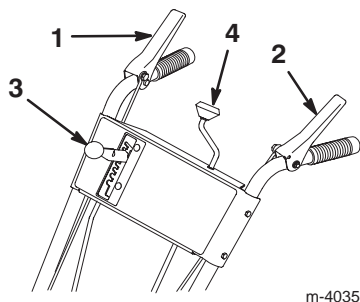

Figure 19
- **Commande de tarière/roue hélice** (Fig. 19)—Pour embrayer la tarière et la roue hélice, serrez la manette contre la poignée du mancheron de droite. Pour les débrayer, lâchez la manette.
- **Commande de traction** (Fig. 19)—Pour embrayer la traction (entraînement des roues), serrez la manette contre la poignée du mancheron de gauche. Pour arrêter la traction, lâchez la manette.
- **Changement de vitesse** (Fig. 19)—Cette commande offre sept vitesses : cinq en marche avant et deux en marche arrière. Pour changer de vitesse, placez le levier dans la position souhaitée. Le levier s'engage dans un cran pour chaque vitesse choisie. Le changement de vitesse peut être dur lorsque la machine doit fournir de gros efforts.
- **Commande d'orientation de l'éjecteur** (Fig. 19)—Tournez la commande d'orientation dans le sens des aiguilles d'une montre pour déplacer l'éjecteur vers la gauche, ou en sens contraire pour le déplacer vers la droite.
3. Relâchez les manettes de tarière/roue hélice et de commande de traction (Fig. 19).
10. Sélectionnez la première (Fig. 19), serrez la manette de commande de traction contre la poignée, puis relâchez-la. Si la déneigeuse se met à avancer avant que vous ayez engagé la manette de commande ou après que vous l'avez relâchée, reportez-vous à la rubrique Réglage de la courroie d'entraînement de traction, page 22.